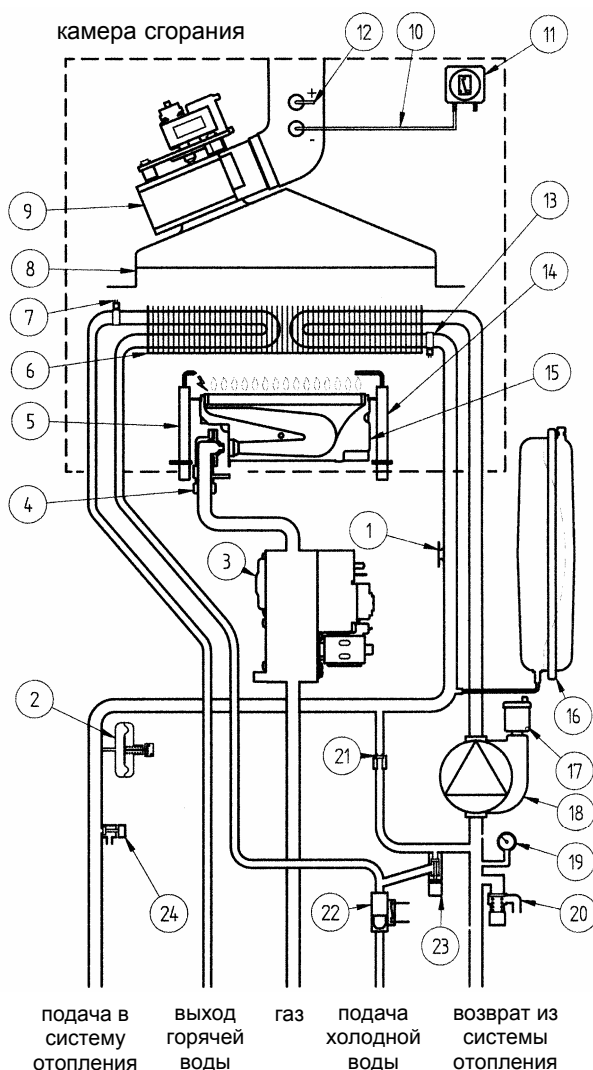

Рис.20
Данное устройство (позиция 15 Рис.20)-обеспечивает включение основной горелки при условии исправной работы вытяжного дымохода.
- нет контакта между трубкой Вентури и датчиком тяги (позиции 16-17 Рис.20)
- **Термостат перегрева** - благодаря датчику (позиция 11 Рис.20 – 21), установленному на выходной трубе первичного теплообменника, в случае перегрева воды первичного контура прекращается подача газа в горелку. При этом котел останавливается. После устранения причины, вызвавшей блокировку, возможно повторное включение. Для этого необходимо кратковременно (примерно на 2 сек) перевести переключатель режимов (Рис.2) в позицию (R).
Электрод для определения наличия пламени (позиция 18 Рис.20), расположенный с правой части горелки, гарантирует безопасность работы и блокирует котел при нарушении подачи газа или неполном горении основной горелки.
- Водяной сбросной клапан системы отопления** (позиция 28 Рис.20) - настроен на давление 3 бар и установлен в системе отопления.